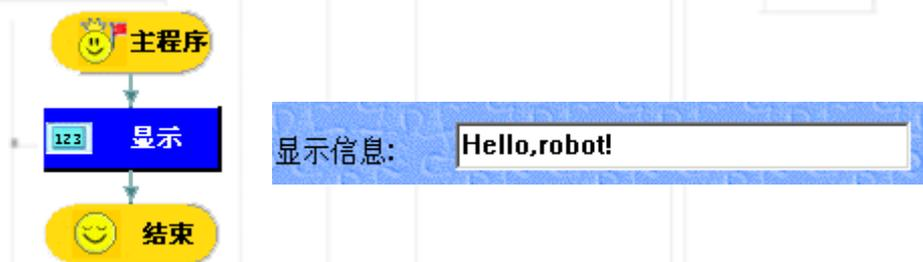

图 4-1 Hello, robot！
我们要编写的程序如图 4-1 左图所示：
- 右键点击“显示”模块，就会出现如图 4-1 右图所示的对话框，请将显示信息由 HI 改写为 Hello, robot! 设定完毕，按“确定”；